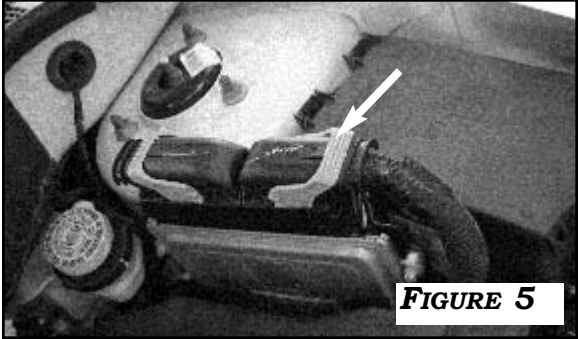

FIGURE 5
7. REMOVE ECM CONNECTOR FURTHEST AWAY FROM FIRE-WALL. **FIGURE 5.**